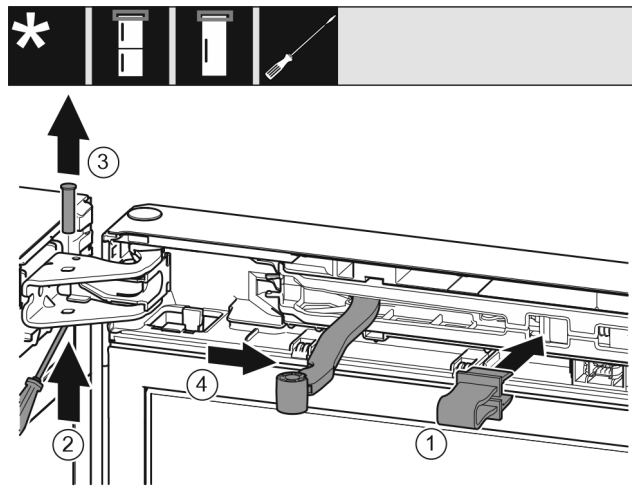

Fig. 13
- ▶ Innestare il fusibile Fig. 13 (1) nell'apertura.
- ▶ Estrarre il perno Fig. 13 (2).
- ▶ Rimuovere il perno Fig. 13 (3) verso l'alto.
- ▶ Ruotare il giunto Fig. 13 (4) in direzione della porta.